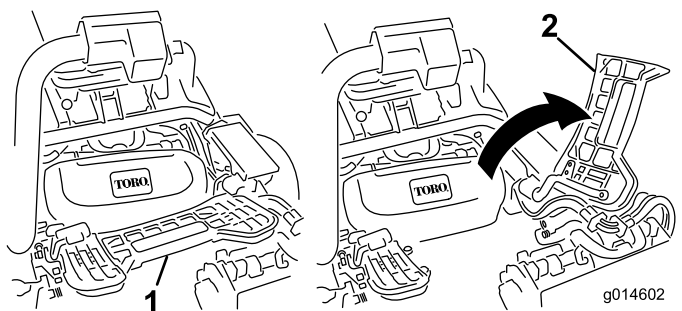

Рисунок 61
2. Поднимите и поверните вверх подножку, открывая доступ к центральному режущему блоку (Рисунок 61).